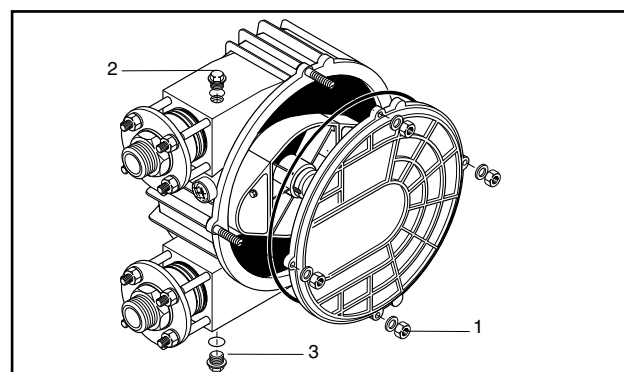

Fig. 27 Testa della pompa
3. Svitare il tappo di chiusura (Pos. 2, Fig. 27), svitare il tappo dalla valvola di scarico dell'olio (Pos. 3, Fig. 27) e scaricare l'agente lubrificante in un recipiente.
4. Dopo aver svitato i 4 dadi del coperchio (Pos. 1, Fig. 27) rimuovere il coperchio della pompa e la guarnizione O-Ring e scaricare il rimanente agente lubrificante nel recipiente di raccolta.